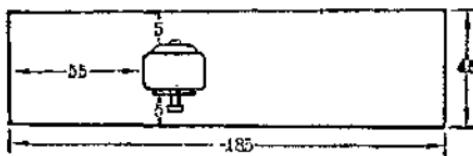
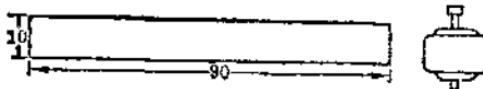

图 2
图 5
3. 电动机: 按电动机外壳的宽度剪一条约 $90 \times 10$ [毫米]2铁皮, 把电动机外壳如图5所示包住, 然后把电动机用小元钉固定在底板上, 位置距削成 $70^{\circ}$ 斜角一端的55毫米左右(即留出两节五号电池位置), 再把准备好的小轮装在电动机的轴上。在电动机的两旁都要留出一定位置, 以便在底板上安装扬谷机的外壳板(图2)。